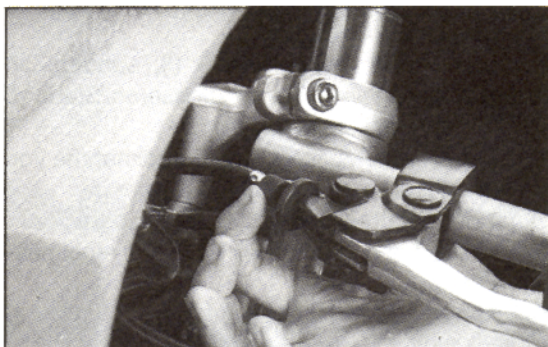

Bild 46
Um zu verhindern, dass die Kupplung ungewollt bei Belastung durchrutscht, wird am Handhebel ein Sicherheitsspiel eingestellt, siehe Bild 46. Spiel an Spitze des Kupplungshebels muss etwa 10 mm betragen.
- Korrekturen von Hand mit Einstellschraube (Rändelmutter) am Kupplungshebel vornehmen, siehe Bild 46.